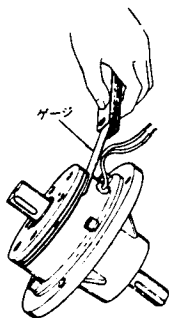

図10
(3) ブレーキの空隙[Ⓐ]をすきま測定用ゲージで測定しておく。(図10)